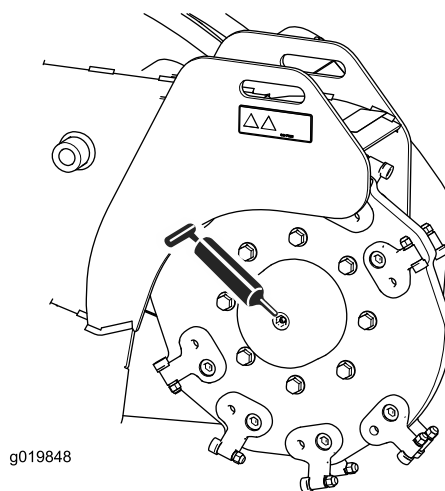

Figura 26
4. Ligue uma pistola de lubrificação ao encaixe (Figura 26 a Figura 28).